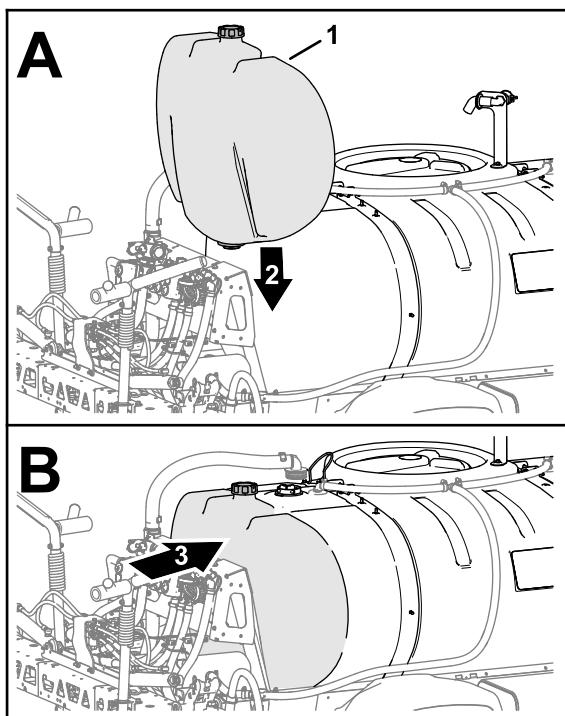

図 12
4. すすぎタンクキットを搭載している車両では、**図 12** のように、タンクを機体に合わせる。